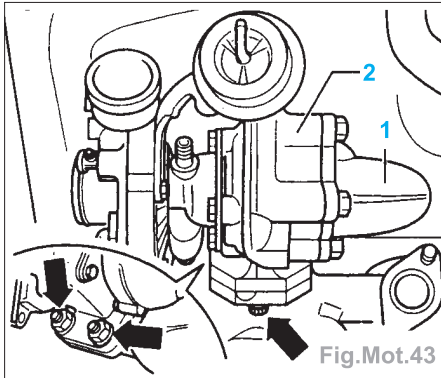

Fig.Mot.43
-Déposer le collecteur (1) (Fig.Mot.43).